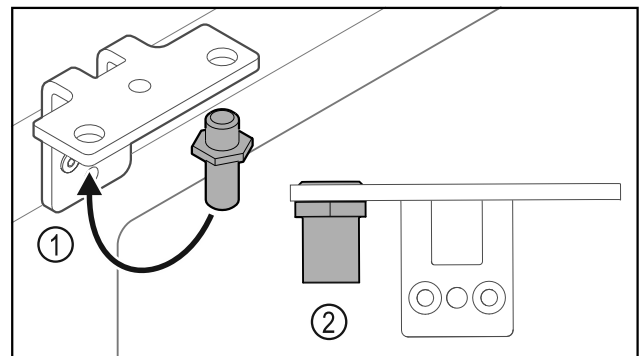

Fig. 26
- ▶ Bolzen Fig. 26 (1) im Scharnierwinkel umsetzen.
- ▶ Bolzen Fig. 26 (2) mit **Drehmoment von 12 Nm** anziehen.